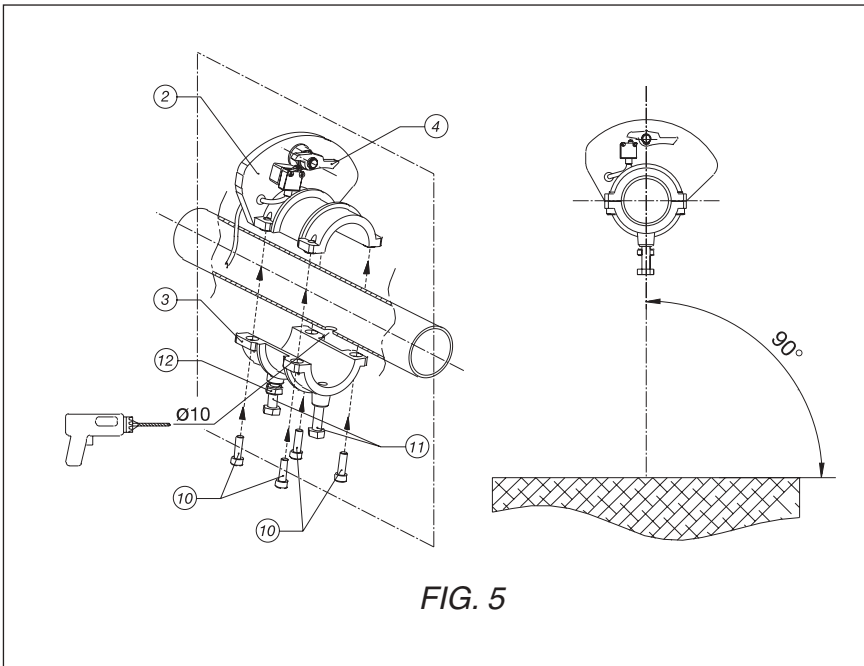

FIG. 5
I 5) Scegliere il punto sull'albero della serranda dove si desidera installare il Paracadute ed effettuare un foro $\varnothing 10$ mm in modo tale che nella successiva fase di montaggio del corpo centrale [corpo superiore (2) ed inferiore (3)] il perno del cicchetto d'aggancio (4) sia posizionato nel punto più alto e che il suo asse sia contenuto in un piano passante per l'asse dell'albero della serranda e perpendicolare al terreno (vedi fig. 5);
6) Accoppiare il corpo superiore (2) con quello inferiore (3) con le quattro viti a testa cilindrica M8 (10) tolte in precedenza;
7) Avvitare (con chiave da 17 mm) la vite a testa esagonale M10 (11) priva di controdado, e farlo penetrare all'interno dell'albero della serranda nel foro $\varnothing 10$ mm precedentemente eseguito;
GB 5) Fix position on roller shutter shaft where to install the safety brake and drill a $\varnothing 10$ mm hole in such a way that in the subsequent assembly step of the central body [upper body (2) and lower body (3)] the pawl pin (4) is in the highest position and that its axle is on a plane passing through the roller shutter shaft axle and perpendicular to the ground (see fig. 5);
Ø 10 mm de façon que à la phase suivante de montage du corps central [corps supérieur (2) et inférieur (3)] le pivot de l'encliquetage (4) soit positionné le plus haut possible et que son axe soit contenu dans un plan passant par l'axe de l'arbre du rideau et perpendiculaire au sol (voir fig. 5);
- 6) Enclencher le corps supérieur (2) et le corps inférieur (3) avec les quatre vis à tête cylindrique M8 (10) enlevées précédemment;
- 7) Visser (avec clef de 17 mm) la vis à tête hexagonale M10 (11) sans contre-écrou, et l'introduire à l'intérieur de l'arbre du rideau dans le trou de Ø 10 mm fait précédemment;
5) Elegir el punto sobre el árbol de los cierres metálicos donde se desea instalar el paracaídas y hacer un agujero de Ø 10 mm de manera que en la siguiente fase del montaje del cuerpo central [cuerpo superior (2) e inferior (3)] el perno del soporte de enganche (4) esté situado en el punto más alto y que su eje esté contenido en un plano que pasa por los ejes del árbol de los cierres metálicos y perpendicular al terreno (ver fig. 5);
- 6) Juntar el cuerpo superior (2) con aquel inferior (3) después de quitar los cuatro tornillos con cabeza a cilindro M8 (10);
- 7) Atornillar (con llave de 17 mm) el tornillo con cabeza hexagonal M10 (11) sin tuerca, y hacerlo penetrar hasta el interno del árbol de los cierres metálicos en el agujero de Ø 10 mm anteriormente realizado;